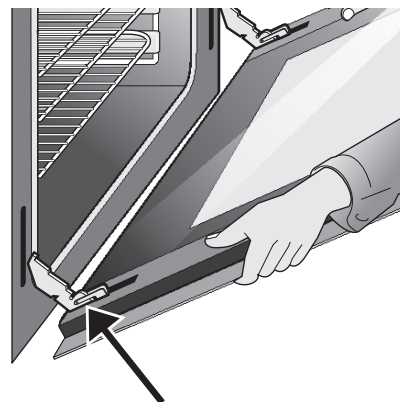

Figure 41: Retirez soigneusement la porte en tenant les deux côtés et en tirant les charnières hors du cadre de la porte
3. Tenez fermement les deux côtés de la porte du four (n'utilisez pas la poignée de la porte). (Figure 41).
4. Avant de terminer cette étape, soyez prêt à soutenir le poids entier de la porte du four tout en la saisissant par les côtés avec les deux mains. Tenez les côtés de la porte du four par le milieu. Fermez la porte du four à environ 4 po. du cadre de la porte. La porte du four doit se dégager elle-même du cadre. (Figure 41).
2. Positionnez l'angle de la porte par rapport à l'angle de retrait de la porte et, avec précaution, insérez complètement et uniformément les bras de charnières de la porte dans les nervures des charnières de la porte. Libérez-vous prudemment du poids de la porte de manière à ce que le four soutienne la porte. (Figure 41).